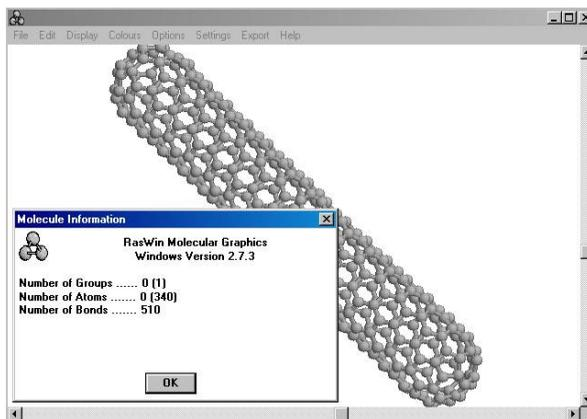

Рис. 5. Окно с информацией о структуре.
3.9 Определите общее количество атомов и связей в структуре. Для этого в основном окне программы кликните левой кнопкой мыши на пункт меню «File», в выпадающем меню выберите пункт «Information». Откроется окно с информацией о структуре (см. рис. 5).